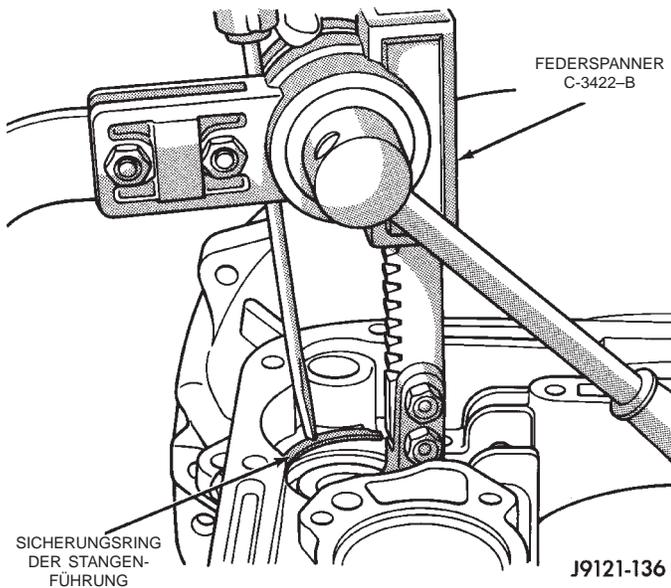

Abb. 91 Vorderes Servoelement zusammendrücken
(33) Führung der Stange/vorderes Servoelement mit einer großen Schraubzwinde und Werkzeug C-4470 oder mit Ventildrucksprenger C-3422-B ca. 3 mm (1/8 Zoll) weit eindrücken (Abb. 91).
(34) Sicherungsring der Stange/vorderes Servoelement ausheben (Abb. 91). **Beim Ausheben des**
(2) Kolben, Feder und Stangenführung des vorderen Servoelements einbauen. Stangenführung mit Ventildrücken C-3422-B eindrücken und Sicherungsring für Servoelement montieren (Abb. 91).